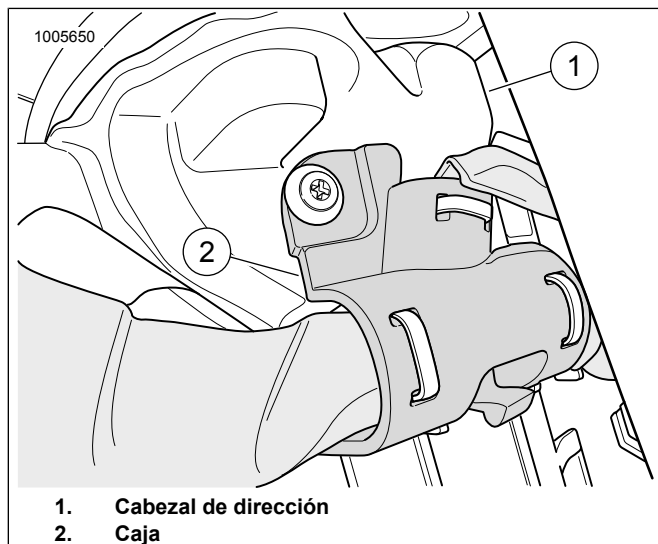

Figura 4. Cabezal de dirección
9. Consulte la Figura 4. Pase el extremo del arnés de 48 pulg. al cabezal de dirección (1). Use una caja (2) para asegurar el arnés.